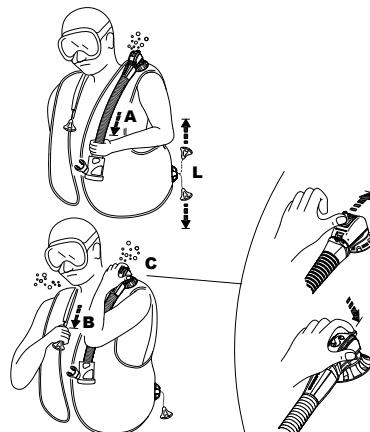

рис. 7
- а) несильно потянув вниз гофрированный шланг с инфлятором (рис. 7 - А). Не следует прилагать чрезмерного усилия к гофрошлангу с инфлятором. Движение клапана ограничено и слишком сильное натяжение не увеличит поток стривливаемого воздуха. Чтобы закрыть плечевой клапан ручного стривливания, просто отпустите шланг.
- б) нажив выступающую из корпуса клапана гибкую кнопку (рис. 7 - С). Этот способ хорош также для сброса воздуха из компенсатора другого дайвера, находящегося в затруднении (пиник, недостаток опыта, потеря сознания и т.д.).
- Двойной ручной клапан сброса (патент SCUBAPRO®) сбрасывает воздух при нажатии кнопки (рис. 7-С) в случае открытия ручной системы сброса (по причине разрывов троса, поломки шпильки и т.д.) либо при дыхании из Air 2.
### **Клапан сброса на правом плече (рис. 7 - В)**
Клапан на правом плече, если присутствует, приводится в действие юккрутым рывком за широобразную ручку, соединенную тросом с съемным клапаном (рис. 7 - В). Для использования любого из сдавливающих клапанов задайте положение, при котором клапан будет находиться выше пузыря воздуха в КП. Используйте клапан сдавливания до тех пор, пока не достигнете желаемого уровня плавучести. Прекращение натяжения/сдвиг защищает клапан (рис. 7 - В).
### **Нижний клапан сброса (рис. 7 - L)**
**Клапан сброса на правом плече (рис. 7- В) и нижний клапан (рис. 7 - L) позволяют быстрее остальных устройств стравить воздух из компенсатора.**